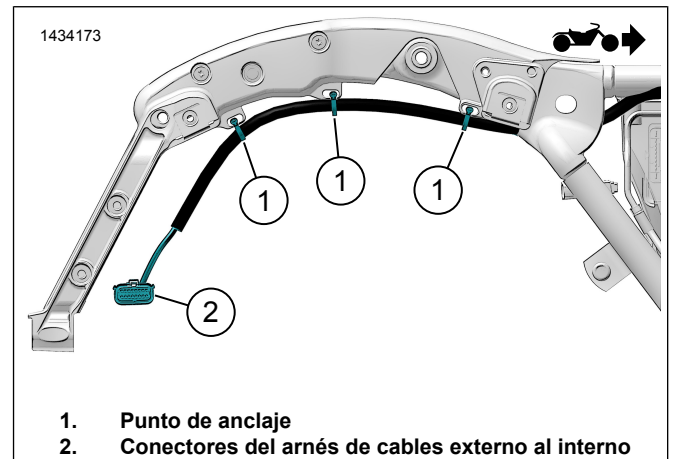
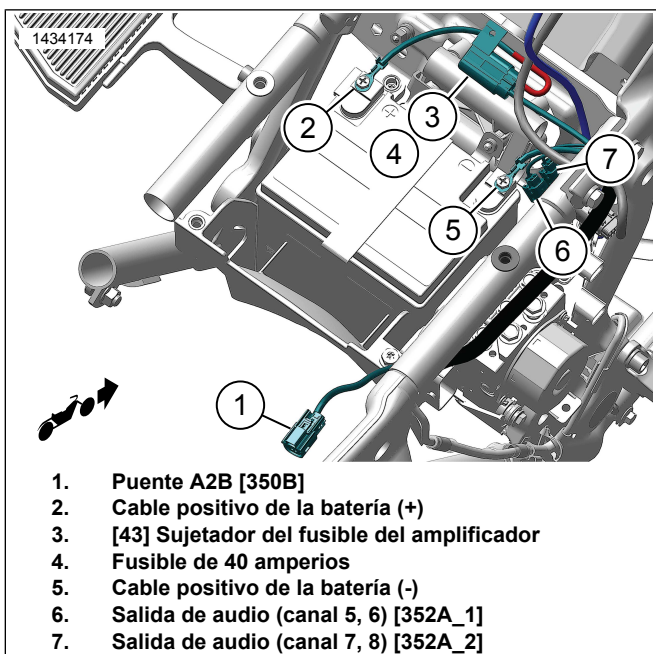

Figura 17. Disposición del arnés de cables externo (típico)
Figura 18. Disposición del arnés de cables externo (típico)
- a. Figura 17 Instale el arnés en los puntos de anclaje (1) con correas de cables sin apretarlo. No ajuste las correas de cables.
- c. Figura 18 Coloque el resto del arnés en el lugar donde se encuentra la caja de la batería.
- d. Conecte el cable negativo de la batería (2).
- e. Conecte el cable positivo de la batería (4).
- f. Instale el fusible (4) en el portafusibles (3).
- g. Asegure el portafusibles (3) con una correa de cables.
- h. Tienda los conectores (1) hacia el lugar donde se encuentra la cubierta lateral izquierda, y los conectores (5 y 6) a la zona de la cubierta lateral derecha.
2. Figura 17 Conecte el arnés externo de la alforja al arnés interno (2) y, a continuación, conecte el arnés interno a la alforja.
3. Figura 18 Conecte el elemento [350B] (1) del arnés del amplificador secundario al elemento [350A] del arnés del amplificador principal.
- a. **2022 FLTRKSE:** Conecte el [350B] (1) del arnés del amplificador secundario al conector de 2 vías.